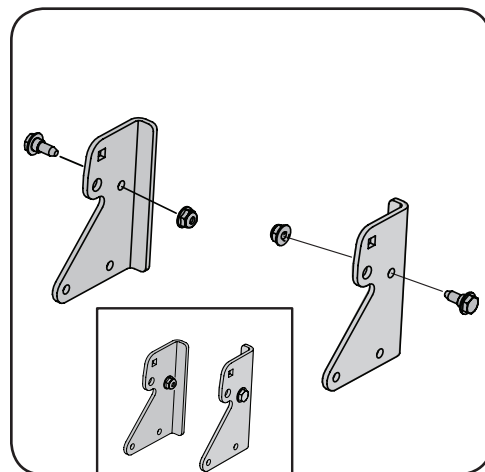

Figura 1-6
7. Fije un tornillo con reborde (Ref. nº 22) y una tuerca de seguridad bridada (Ref. nº 20) del paquete de herrajes a los dos soportes bisagra de carga como se observa en la Figura 1-6.